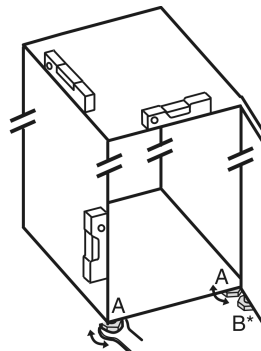

Fig. 23
- ▶ Nóżki *Fig. 23 (A)* wykręcić przy pomocy dołączonego klucza płaskiego oraz wyrównać przy pomocy poziomicy, aż urządzenie będzie ustawione stabilnie i równo.
- ▶ Nóżkę *Fig. 23 (B)* wykręcić z dolnej płytki zawiasu przy pomocy dołączonego klucza płaskiego, aż będzie przylegać do podłoża.
- ▶ Nóżkę *Fig. 23 (B)* obrócić o 90°.